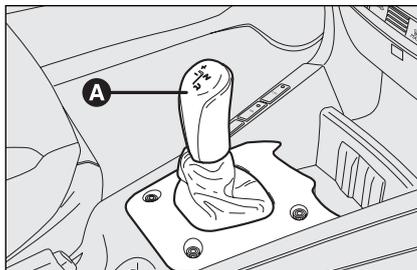

fig. 5
- par le levier de commande **A-fig. 5** placé sur la console centrale;